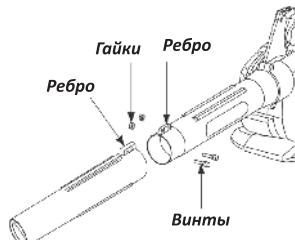

Рис. 3
- Вставьте верхнюю трубу в нижнюю и зафиксируйте винтами (Рис. 3).